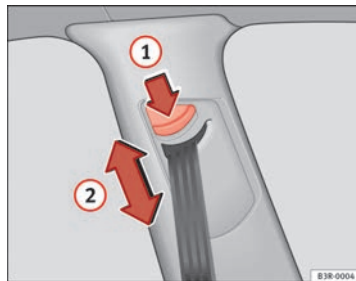

Fig. 16 Ajuste de la altura del cinturón (dispositivo-guía)
- Pulse la tecla ⇒ fig. 16 ① para ajustar la altura del cinturón.
- Desplace el dispositivo-guía hacia arriba o hacia abajo, de modo que la banda del hombro se deslice aproximadamente por el centro del mismo, pero **en ningún caso sobre el cuello** ⇒ fig. 16 ② ⇒ Δ en Colocación de la banda del cinturón de la página 26.